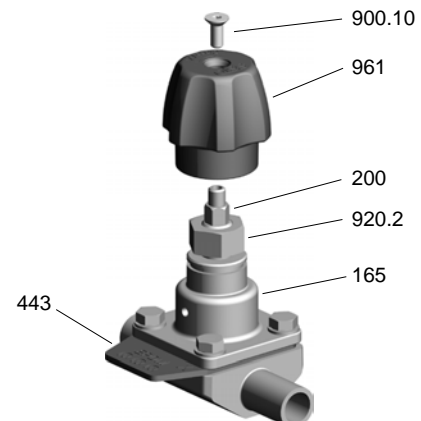

Abbildung 4: SISTO-C HV.510/520
5. Nach Einschrauben der Schraube [900.10] ist das Handrad [961] auf der Spindel [200] gesichert (siehe Abbildung 4).